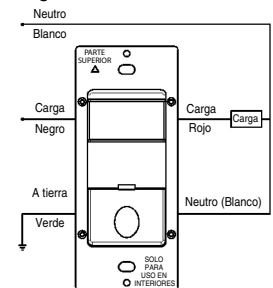

Figura 2
4. Conecte los cables conductores como se muestra en el DIAGRAMA DE CABLEADO (consultar Figura 2): Conductor Negro a la Línea (Caliente), conductor Rojo al cable de Carga, conductor Blanco al cable Neutro conductor, Verde a Conexión a Tierra.